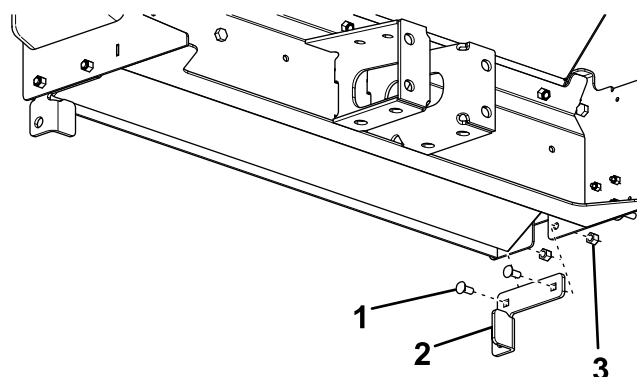

Figure 17
2. Fixez les butées de chaque côté du cadre de l'épandeur à l'aide de 4 boulons (5/16 po) assortis de contre-écrous (Figure 17).